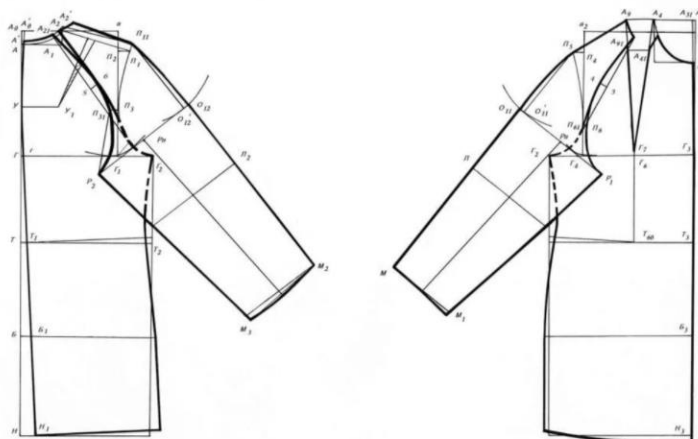

Рис.16.1- Чертёж рукава реглан.
1. Используя чертёжные принадлежности, произвести построение рукава реглан (рис.16.1).